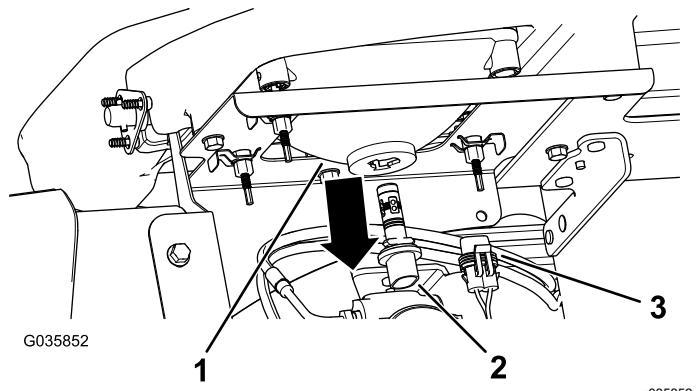

Bild 42
3. Schließen Sie den elektrischen Anschluss für den Kabelbaum vom Lampenanschluss hinten am Scheinwerfergehäuse ab (Bild 42).
4. Drehen Sie die Birne um eine Viertelumdrehung nach links und bewegen sie nach hinten aus dem Lampengehäuse (Bild 42).
5. Setzen Sie die neue Birne und das neue Scheinwerfergehäuse ein und flüchten Sie die Nasen in der Birne mit den Schlitten im Scheinwerfergehäuse aus (Bild 42).
6. Drehen Sie die Lampe um eine Vierteldrehung nach rechts, um sie zu befestigen (Bild 42).
7. Schließen Sie den elektrischen Anschluss für den Kabelbaum am Anschluss der neuen Lampe an (Bild 42).